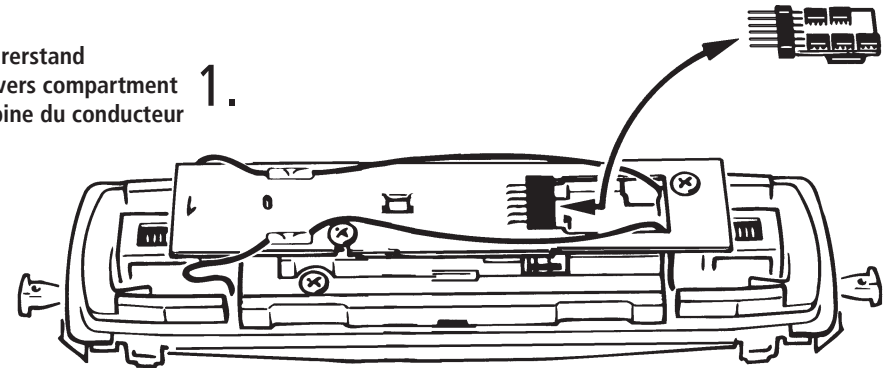

Fig. 6
1. Reinigung der Radstromkontakte: Radstromkontakte können auf unsauberen Schienen leicht verschmutzen. Entfernen Sie **vorsichtig** mit einem kleinen Pinsel **den Schmutz** an den in Fig. 6 gekennzeichneten Stellen.
1. Cleaning of wheel contacts: Wheel contacts easily get dirty on tracks which are not entirely clean. Use a small brush to **remove dirt** from spots marked in fig. 6.
1. Nettoyage des lames de courant aux roues: Les lames de contacts risquent de s'en-crasser rapidement sur des voies poussiéreuses. Veuillez **enlever la poussière** aux endroits marqués à la fig. 6 à l'aide d'un petit pinceau souple.